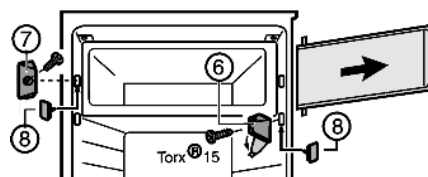

Fig. 3
- ▶ Ouvrir le cache du support d'appui Fig. 3 (6).
- ▶ Dévisser le support d'appui Fig. 3 (7) avec la porte du compartiment.
- ▶ Dévisser l'élément de fermeture Fig. 3 (7).
- ▶ Boucher les trous à l'aide des bouchons Fig. 3 (8) joints.